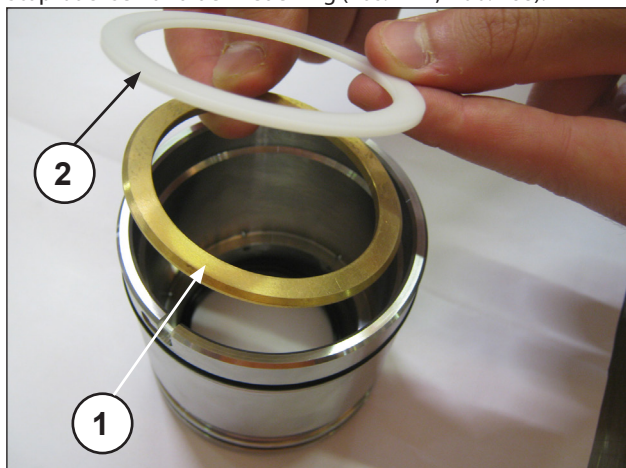
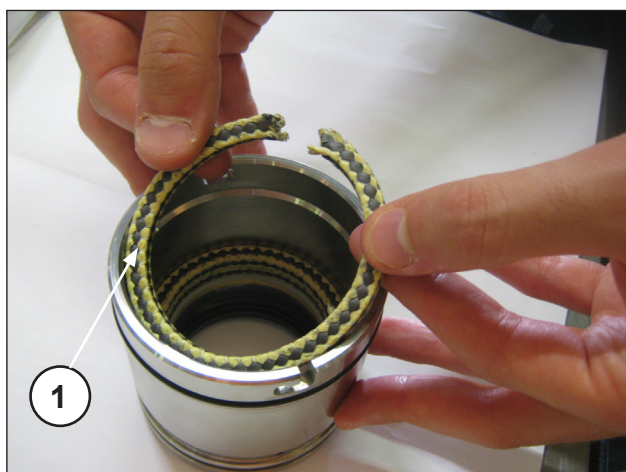
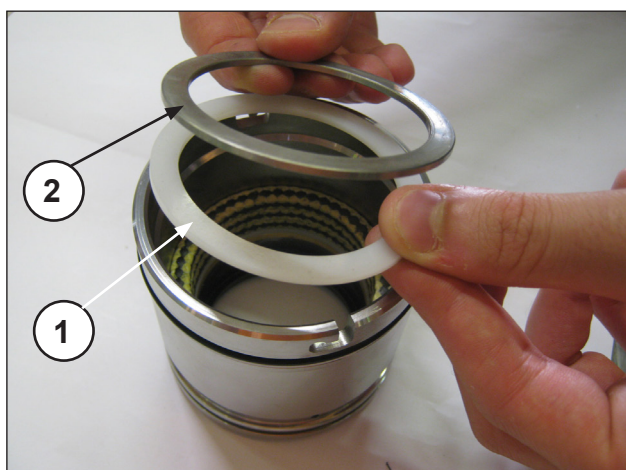

Abb. 166
Abb. 167
Abb. 168
Montieren Sie den Lagerring und den Stützring (Pos. ①②, Abb. 166) sowie die drei Stopfbuchsen. Achten Sie darauf, dass die Schlitzte in einem Winkel von 120° zueinander ausgerichtet sind (Pos. ①, Abb. 167), darüber hinaus den Abstreifring der Stopfbuchsen und den Federring (Pos. ①②, Abb. 168).